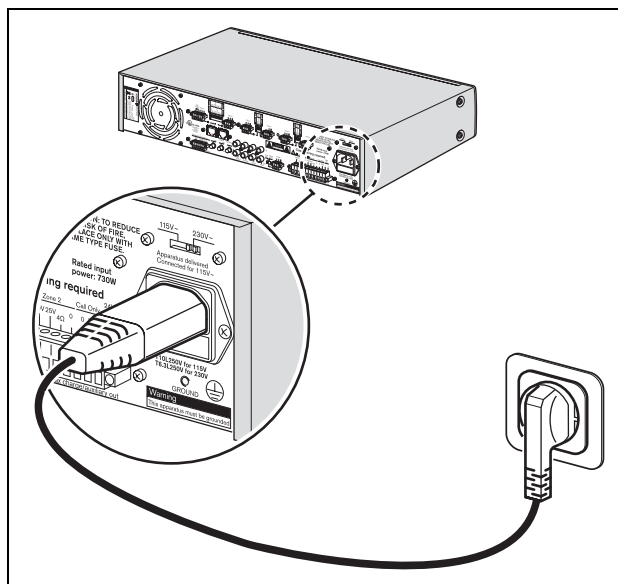

figura 3.2: Conexión de alimentación y selector de tensión
- 1 Asegúrese de que el selector de tensión (115 V/ 230 V) esté correctamente ajustado a la tensión principal del país (consulte figura 3.2).